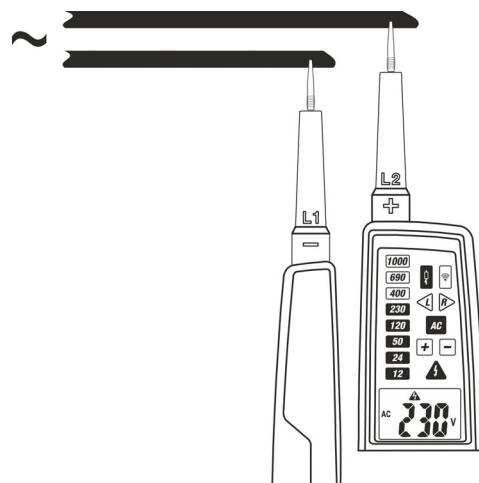

Abb. 6: Messung der AC Spannung mit niedriger Impedanz
- Verbinden Sie die Prüfspitzen **L1** und **L2** mit der zu messenden Quelle (siehe Abb. 6). Die Messung wird **nur mit Kontakt zwischen den Prüfspitzen und den Metallteilen der Leiter** durchgeführt.